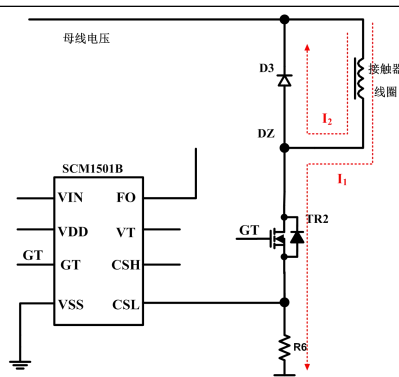

图7 吸合阶段与吸持阶段等效电路
(2) 图7，由于正常工作时MOS管TR1长通，主功率电路就可以等效为吸合阶段与吸持阶段等效电路。在MOS管TR1导通时，接触器线圈被励磁，线圈电流增大，电流路径如 I_1 ；TR1关断时，接触器线圈通过二极管D3去磁，线圈电流减小。芯片通过CSH和CSL脚来检测接触器线圈的电流，实时调整占空比，来调整线圈电流的大小。